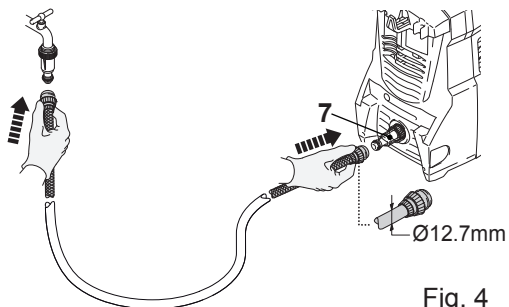

Fig. 4
3. Conecte una manguera adecuada a su suministro de agua y, a continuación, conecte el extremo opuesto de la manguera al racor de entrada (7) previamente instalado en la máquina (Fig. 4).